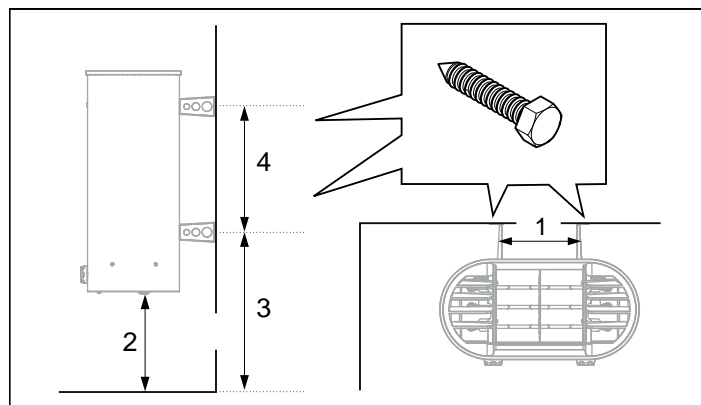

Рисунок 8: Определение размеров
6. Разместите винты кронштейнов согласно указанным размерам см. Рисунок 8, страница 19.